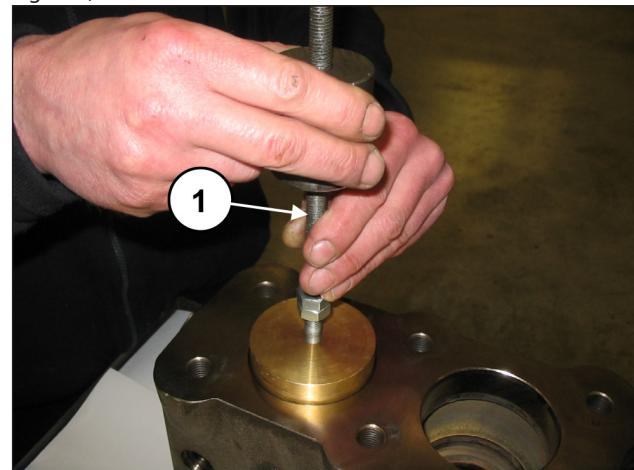

Fig. 108
Extraire le couvre-soupapes à l'aide d'un extracteur à inertie à appliquer au trou taraudé M10 du couvre-soupapes (rep. ①, Fig. 108).